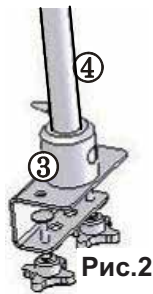

Рис.2
2. При использовании трубки вставить во втулку (3) трубу-стойку (4) и закрепить винтом М8×35, рис.2.